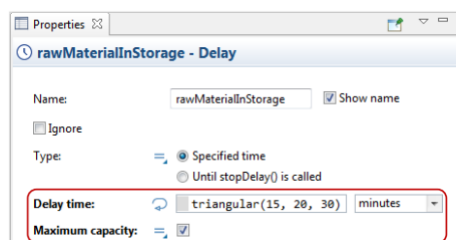

Рисунок 10.18 – Прапорець «Максимальна ємність»
– установіть прапорець *Maximum capacity*, щоб гарантувати, що агенти не застрягнуть, якщо вони чекатимуть, коли їх заберуть зі сховища (рис. 10.18).